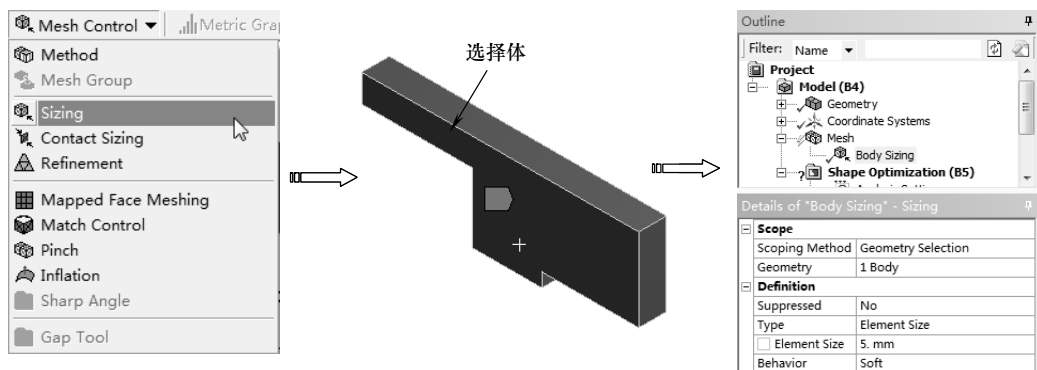

图 12-9 设置网格尺寸
2) 在【Outline (分析树)】中选择【Mesh】节点，单击【Mesh】工具栏上的【Mesh Control (网格控制)】|【Sizing (尺寸)】命令，为网格划分添加尺寸控制。单击窗口上方图形选择工具栏上的【Body (选择体)】按钮，在【Details of “Body Sizing” Sizing】列表中单击【Scope】选项下的【Scoping Method】项，在图形区框选所有实体，单击【Geometry】项中的【Apply】按钮，在【Element Size】文本框中输入 5mm，如图 12-9 所示。